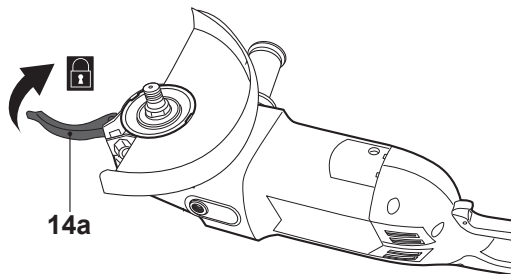

Fig. 8
- > Cierre la palanca de sujeción (14a) (Fig.8 y 9).